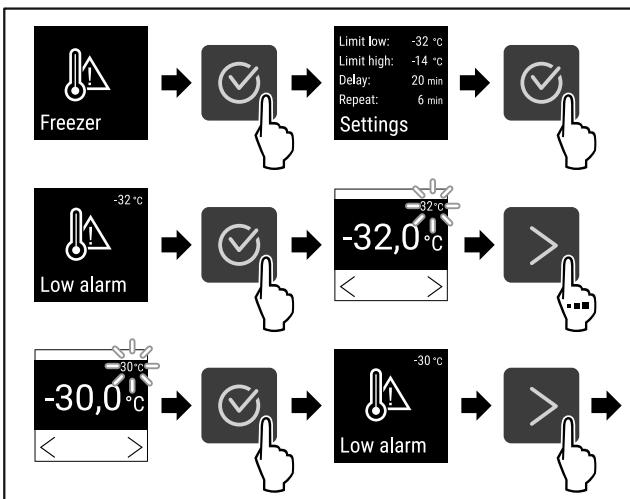

Fig. 98
- Vykonajte kroky akcie (pozri Fig. 98) .